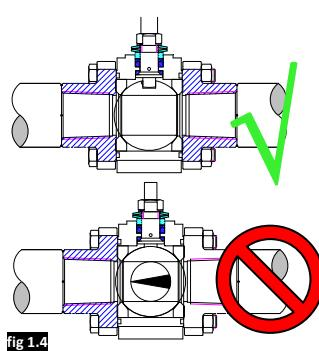

fig 1.4
- Husboltene tilspændes forsigtigt og ensartet med kuglehanen **åben**. Herefter krydsspændes boltene, med kuglehanen **åben** indtil nedenstående momenter er opnået. (se fig 1.4)